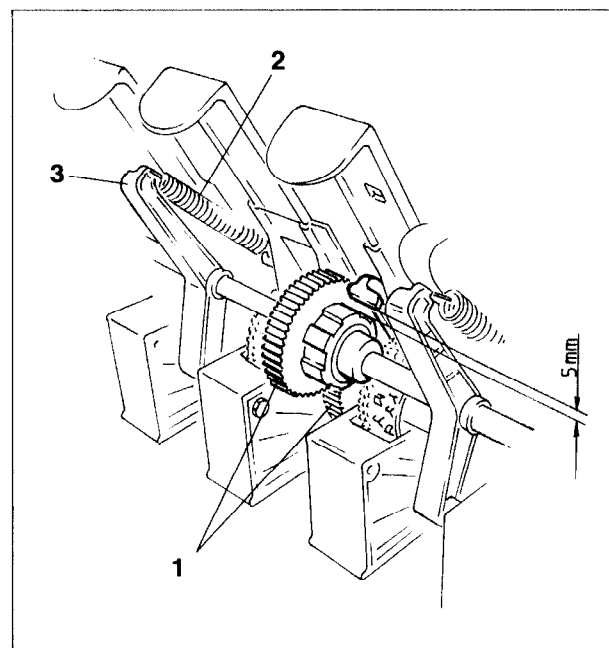

Fig. 7.28
- Faites engrener les pignons (fig. 7.28/1) de l'arbre de commande du jalonage avec les pignons de l'arbre de distribution.
- Accrochez les ressorts (fig. 7.28/2) sur les paliers de maintien articulés (fig. 7.28/3).